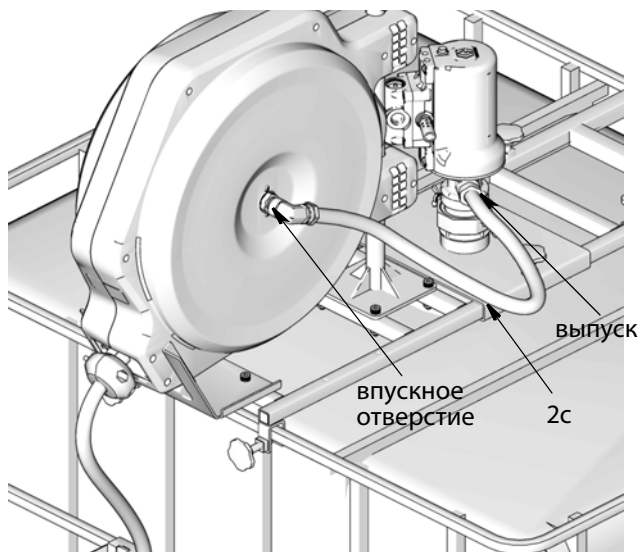

Рис. 19
- Подсоедините гибкий шланг для подачи материала (2c) к выпускному отверстию насоса и впускному отверстию барабана (Рис. 19).